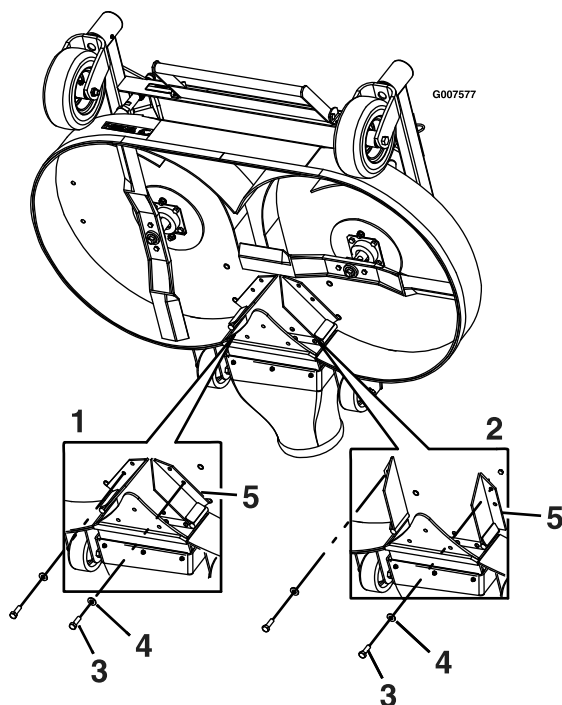

Figura 12
7. Retire el perno y la arandela de la parte delantera de cada deflector del sistema de reducción de llenado (Figura 12).